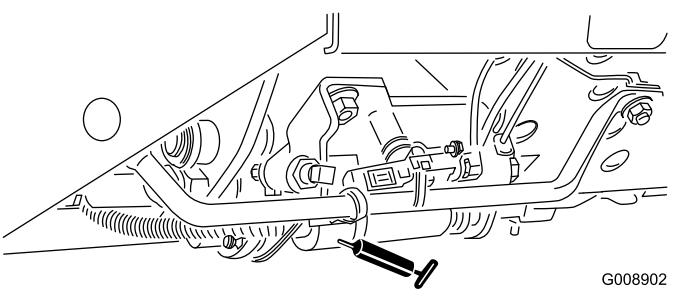

Figura 68
- Mando segar/transportar (Figura 68)